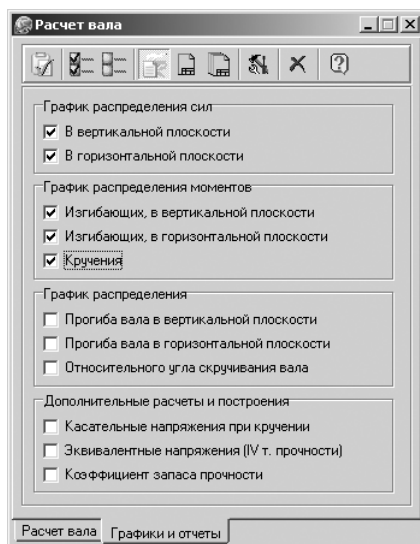

Рис. 3.70. Главное окно системы **Расчет вала** с открытой вкладкой **Графики и отчеты**
- щелкните в главном окне системы **Расчет вала** по вкладке **Графики и отчеты**. Появится соответствующая вкладка, см. рис. 3.70. Главное окно системы **Расчет вала** с открытой вкладкой **Графики и отчеты** имеет панель инструментов, которая включает ряд кнопок: